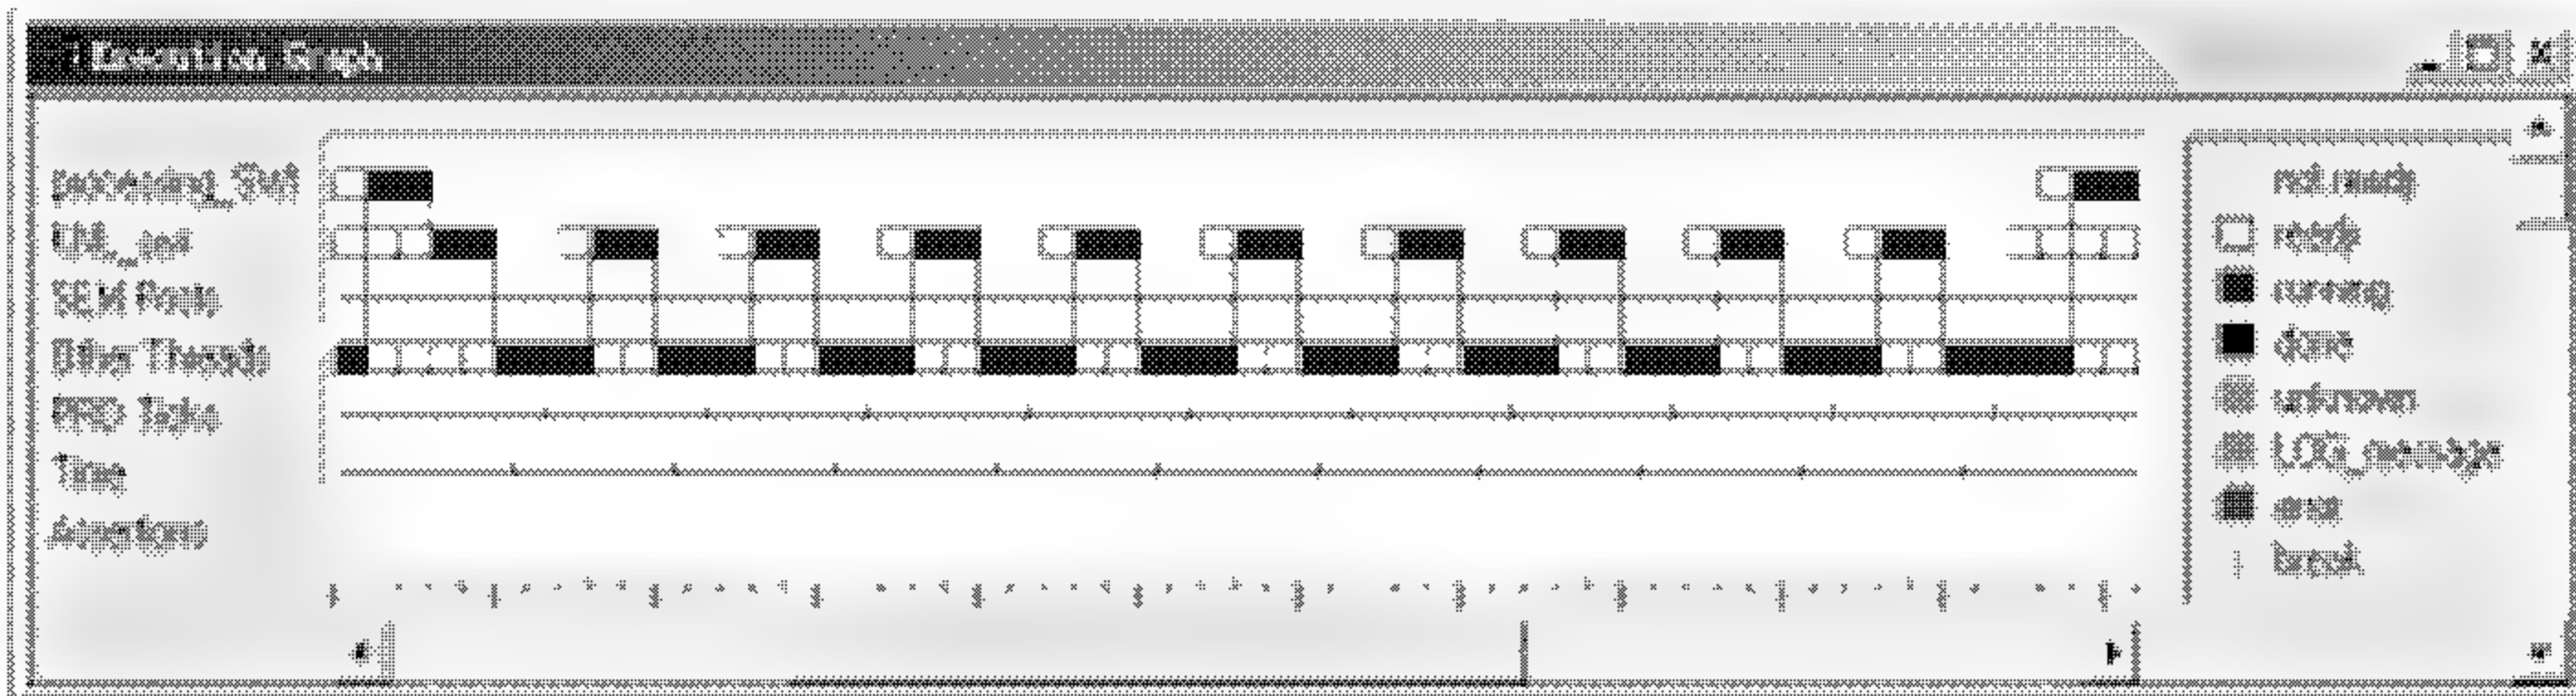

图 3.42 Execution Graph 显示的各线程执行时序(processingLoad 值为 1)
(12) 点击 DSP/BIOS 工具栏中的 Open Execution Graph 图标，打开 Execution Graph 窗口，此窗口显示目标程序中各线程的执行时序，如图 3.42 所示。
观察图 3.42 可看到，Time 轴上的短竖线表示 CLK 对象的运行情况，两次 processing\_SWI 对象的运行时间间隔中有 10 个短竖线，这表明 dataIO\_CLK 对象每运行 10 次，processing\_SWI 对象运行 1 次，根据前面的分析可知这正是所期望的，即目标程序中不存在与时间有关的问题。